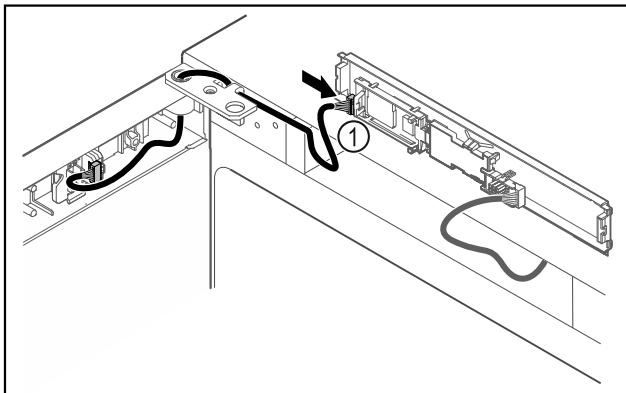

Fig. 50
- Встановити штекер Fig. 50 (1) на плиті.